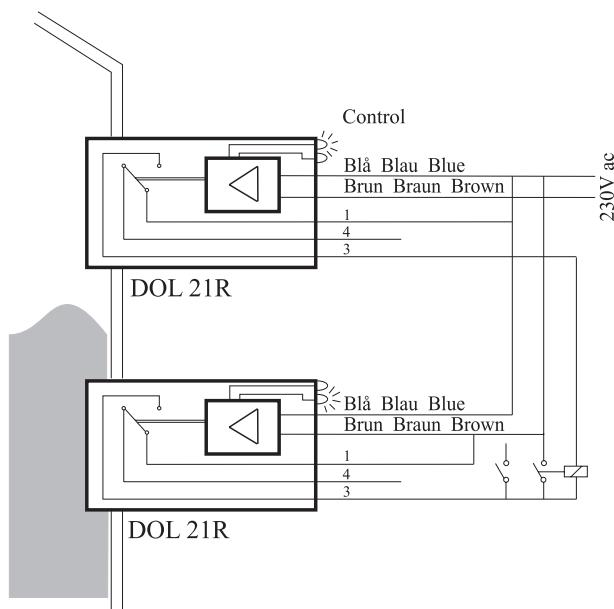

Figur 1
**Virkemåde:** Når føleren påvirkes af materialet (korn, foder etc.) skifter det indbyggede relæ. Når påvirkningen ophører, skifter relæt tilbage. Se Figur 1.
**Elektrisk montage:** Se Figur 2. Forsyningsspænding: 230V ac. Fase til den brune og nul til den blå ledning. Belastning (relæ, kontakter, lampe etc.) forbides i serie med følerens relækontakt (se Figur 1). Sikring maks. 6,3A.